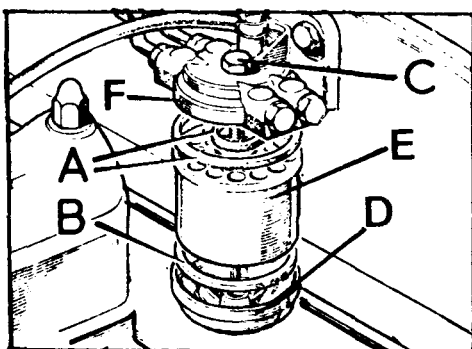

Fig. A1-16 Desmontaje del cartucho filtrante
- 1.2. Sujetar con la mano la cuba, D (Fig. A1-16), extraer el tornillo superior, C, y retirar la cuba, D, el filtro usado, E, y las juntas de caucho, A y B.
- 1.4. Situar nuevas juntas de caucho, A (Fig. A1-16) en la parte interior del soporte, F.
- 1.5. Instalar un nuevo cartucho, E (Fig. A1-16), situando la cara con orificios hacia arriba.
- 1.6. Instalar la cuba, D (Fig. A1-16) con su nueva junta de caucho, B, y fijar el conjunto con el tornillo, C.